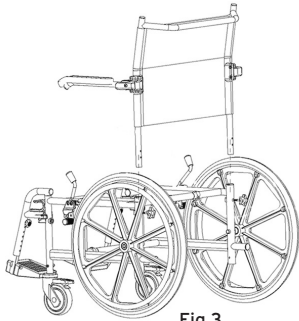

Fig.3
- Colocar el respaldo en el interior de los orificios del bastidor de la carrocería y fijarlo mediante los dos pomos de fijación (Fig.3);